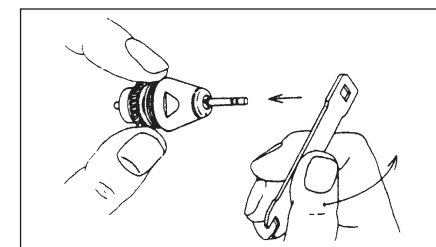

Fig.11
- 2) Maintenez le rotor avec deux doigts, comme l'illustre la Fig.11.